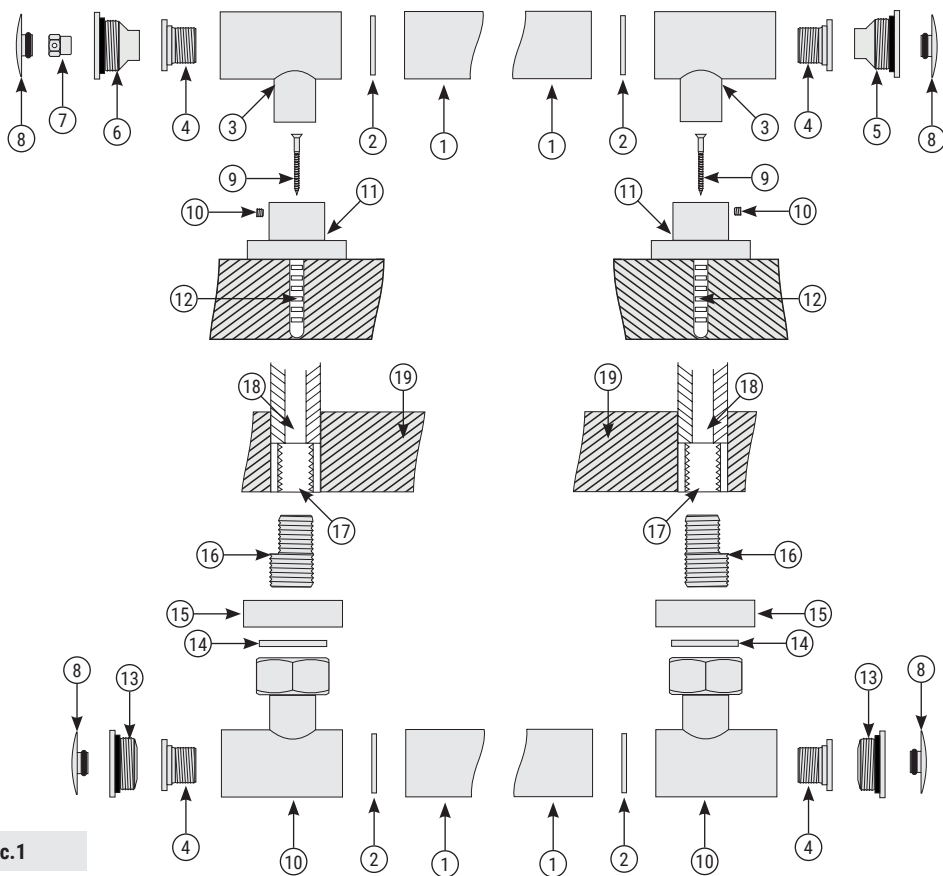

Рис. 1
**ВНИМАНИЕ!** Вне зависимости от типа подключения, узел спусного клапана должен быть установлен в верхней части полотенцесушителя, коллектор с технологической заглушкой должен находиться в нижней части полотенцесушителя (рис. 1).
5.1. Сборку и установку изделия производить согласно схеме (рис. 1).
5.2. Для герметизации резьбовых соединений производитель комплектует изделие прокладками собственного изготовления (см. п. 3.4, п. 3.7 и рис. 1).